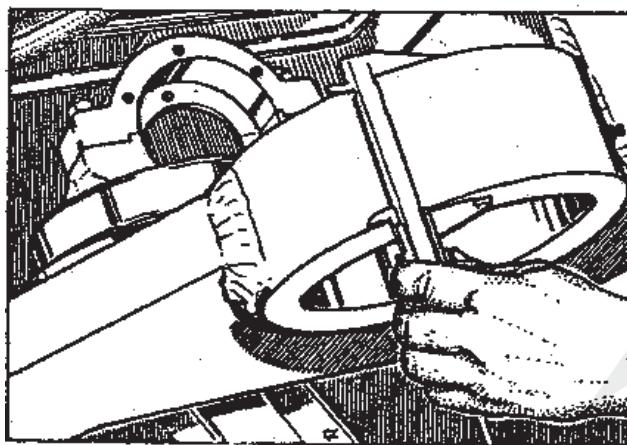

Рис. 3-4. Измерение ширины корпуса
6. Померить штангенциркулем ширину корпуса подшипников в передней раме и обозначить "В" /рис. 3-4/